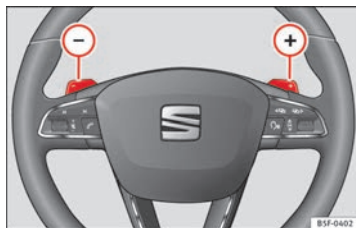

Fig. 126 Volante: palancas para cambio automático.
- Pulse la leva de cambio (+) para insertar una marcha superior ⇒ fig. 126.